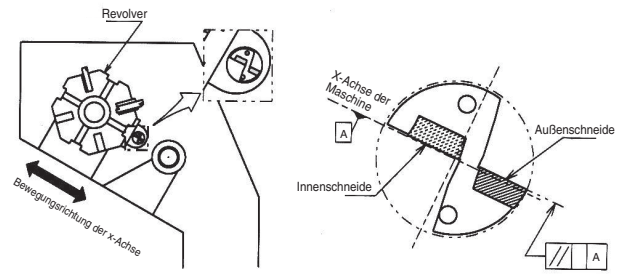
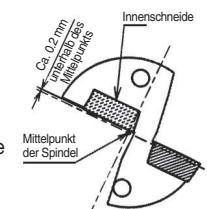

Abb. 1 Befestigung am Drehautomaten
Abb. 5 Vorderansicht des Bohrers
- Bringen Sie den gewünschten Korrekturwert auf der Skala der Exzenterhülse mit der Mittenachse der Kühlbohrungsverschlusschraube auf eine Linie. (Abb. 1)
- (1) Die Oberseite der äußeren Wendeschneidplatte muss parallel zur x-Achse ausgerichtet werden, um eine problemlose Offset-Bearbeitung zu gewährleisten. Der Bohrerdurchmesser kann durch Verschieben der x-Achse angepasst werden.
- (2) Es wird empfohlen, die äußere Wendeschneidplatte zum Bediener zeigend einzusetzen (siehe Abb. 1). (Abb. 1)
Wenn Sie die innere Wendeschneidplatte wie auf Abb. 1 gezeigt eingestellt haben, liegt sie ca. 0.2 mm unter dem Mittelpunkt der Spindel. (Abbildung 5)